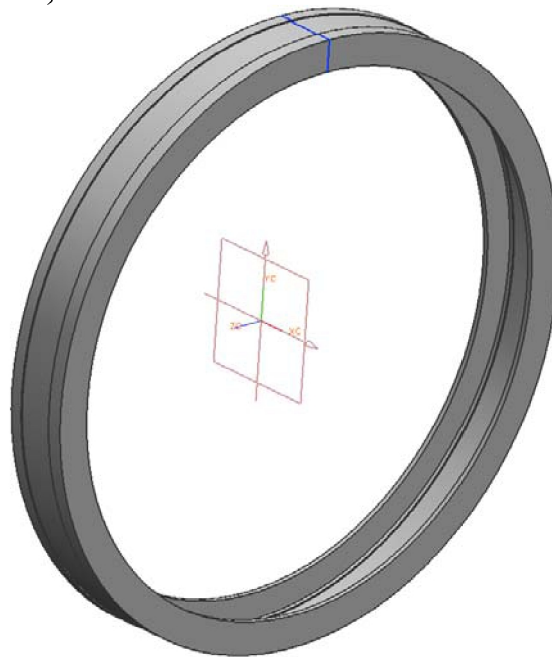

Рис. 53. Тело вращения промежуточного кольца
6. Используя полученное сечение, создайте тело вращения: **Revolved Body: Insert** → **Design Feature** → **Revolve...** Выберите в Графической области созданный эскиз (цвет контура эскиза измениться), нажмите **ОК**. Выберите метод получения **Axis and Angle**. В качестве вектора, вокруг которого будет выполнено вращение эскиза, выберите ось **XC**, принимаем по умолчанию предлагаемый начальный угол 0 градусов и конечный угол 360. Нажмите **ОК** (Рис. 53).